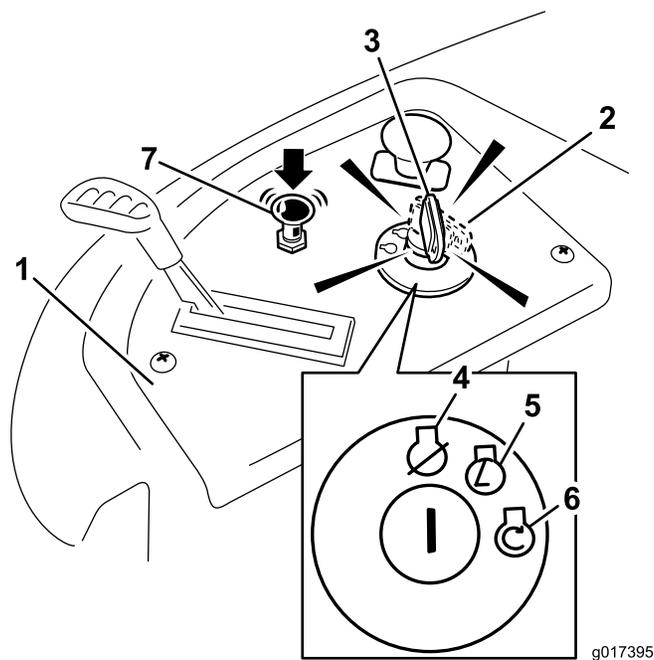

Figure 14
4. Tournez la clé de contact en position de démarrage pour activer le démarreur. Relâchez la clé quand le moteur démarre (Figure 14).
- Lorsque le moteur démarre, appuyez sur la commande de starter (Figure 14). Si le moteur cale ou hésite, tirez la commande de starter et faites tourner le moteur quelques secondes. Appuyez ensuite sur la commande de starter. Répétez l'opération si nécessaire.
3. Tournez la clé de contact à la position contact coupé (Figure 14) et enlevez-la.